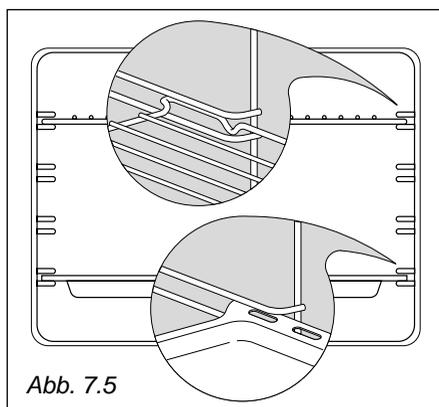

Abb. 7.5
- Führen Sie die Fettpfanne und den Grillrost zwischen die Schienen der Seitenhalterungen ein, wie in Abb. 7.5 dargestellt. Den Rost so montieren, dass die Sicherheitssperre, die unabsichtliches Herausziehen verhindert, ins Innere des Ofens zeigt.